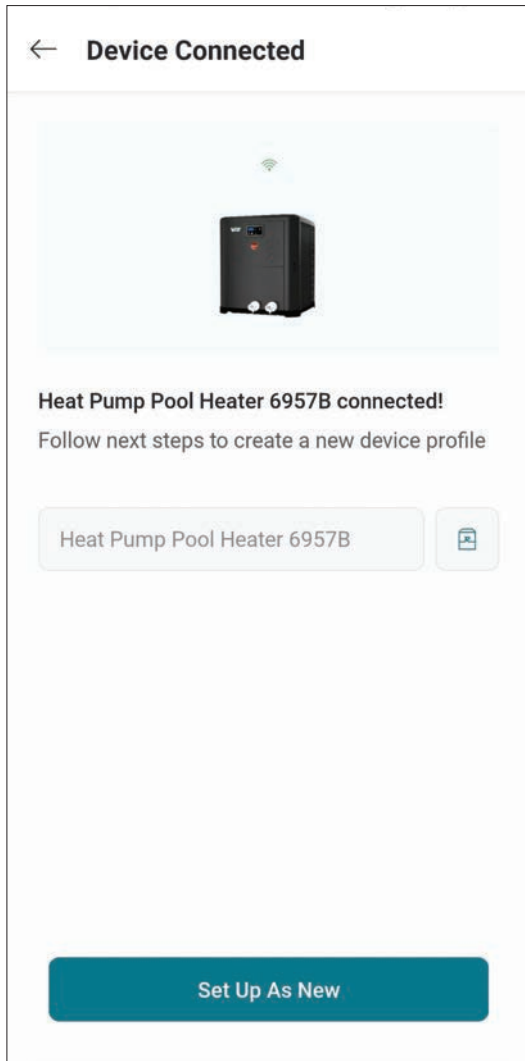

Figure 79. Nommer votre appareil
1. Votre appareil est maintenant connecté au Wi-Fi. Vous pouvez modifier le nom de votre appareil ici. Voir Figure 79.